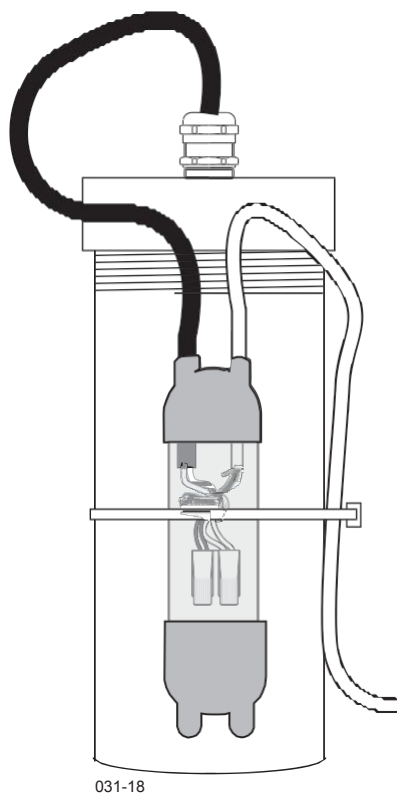

Abbildung 23. Befestigung der Kabelmuffe mit einem Kabelbinder
10. Warten Sie mindestens fünf Minuten ab, verwenden Sie dann den großen Kabelbinder, um die Kabelmuffe am Standrohr bzw. am Sondengehäuse anzubringen (siehe Abbildung 23).